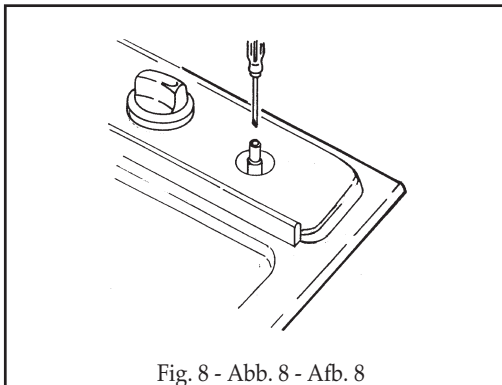

Fig. 8 - Abb. 8 - Afb. 8
- per la regolazione del minimo agire con opportuno cacciavite sulla vite posta sul rubinetto (Fig. 8) dopo averlo ruotato in posizione di minimo. Per GPL (butano/propano) avvitare a fondo.
- to adjust to the minimum, use a screwdriver on the screw placed on the tap (Fig. 8) after turning the tap to its minimum position. For LPG (butane/propane) screw tight.
- pour le réglage au minimum, tournez à l'aide d'un tournevis approprié la vis qui se trouve sur le robinet (Fig. 8) après avoir placé le robinet sur la position du minimum. Pour GPL (butane/propane) serrez à fond.
- bei der Einstellung des Mindestwertes, den Hahnhebel auf das Minimum drehen und die Einstellschraube am Hahn mit entsprechendem Schraubenzieher drehen (s. Abb. 8). Bei Betrieb mit Flüssiggas (Butan-/Propangas) Einstellschraube fest anziehen.
- para la regulación del mínimo, usar un destornillador apropiado en el tornillo puesto sobre la llave (Fig. 8) después de averlo girado en la posición de mínimo. Para GPL (Butano/propano) atornillar a fondo.
- teneinde het minimum in te stellen draait men met een schroevendraaier de schroef aan de kraan (z. afb. 8), nadat deze op het minimum gedraaid werd. Bij toestellen die op vloeibaar gas (butaan/propan) werken moet men de stelschroef vast aandraaien.
- para a regulação do mínimo agir com uma oportuna chave de parafuso sobre o parafuso colocado na torneira (Fig. 8) depois de o ter rodado à posição mínimo. Para GPL (butano/propano) ataraxar a fundo.